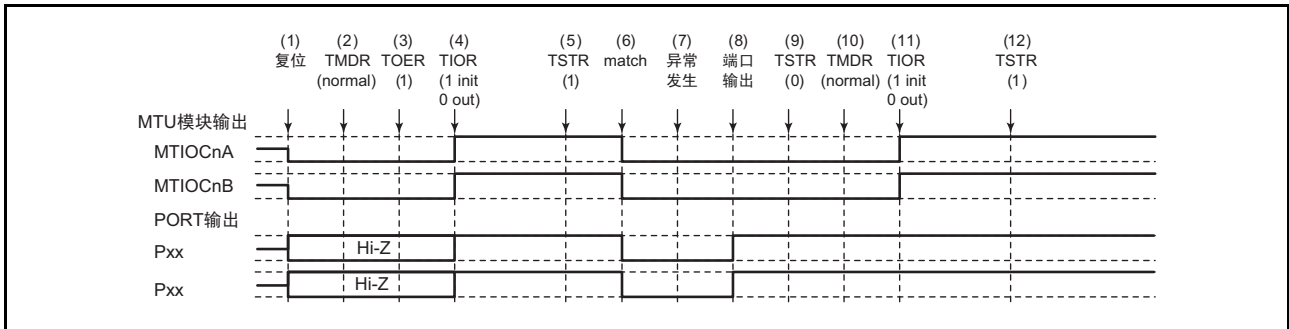

图 18.125 在正常模式中发生异常并且在正常模式中恢复的情况
在正常模式中发生异常并且重新设定后在正常模式中重新开始时的说明图如图 18.125 所示。
- (1) ~ (9) 和图 18.125 通用。
- (10) 设定 PWM 模式 1。
- (11) 必须通过TIOR对引脚进行初始化（在 PWM 模式 1 中不对 MTIOCnB 进行初始化。如果要进行初始化，就必须在正常模式中进行初始化后转移到 PWM 模式 1）。
- (12) 通过 TSTR 重新开始。
(1) ~ (9) 和图 18.125 通用。
(10) 设定 PWM 模式 2。
(11) 必须通过 TIOR 对引脚进行初始化（在 PWM 模式 2 中不对周期寄存器的引脚进行初始化。如果要进行初始化，就必须在正常模式中进行初始化后转移到 PWM 模式 2）。
(12) 通过 TSTR 重新开始。
(10) 设定相位计数模式。
(11) 必须通过 TIOR 对引脚进行初始化。
- (10) 必须通过 TIOR 对正常模式的波形生成部进行初始化。
- (11) 必须通过 TIOR 禁止正常模式的波形生成部的运行。
- (12) 必须通过 TOER 禁止通道 3 和通道 4 (或者通道 9 和通道 10) 的输出。
- (13) 必须通过 TOCR 选择互补 PWM 的输出电平以及允许或者禁止周期输出。
- (14) 设定互补 PWM。
- (15) 必须通过 TOER 允许通道 3 和通道 4 (或者通道 9 和通道 10) 的输出。
- (16) 通过 TSTR 重新开始。
- (1) ~ (12) 和图 18.125 通用。
- (13) 必须通过 TOCR 选择复位同步 PWM 的输出电平以及允许或者禁止周期输出。
- (14) 设定复位同步 PWM。